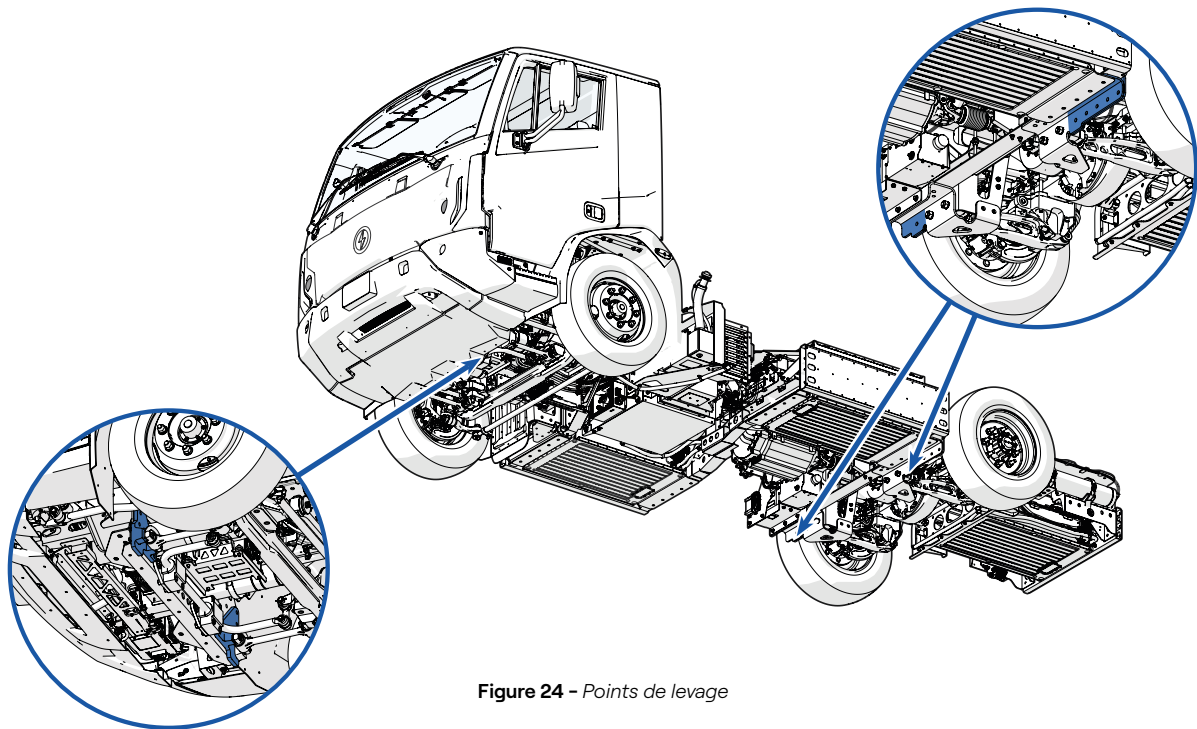
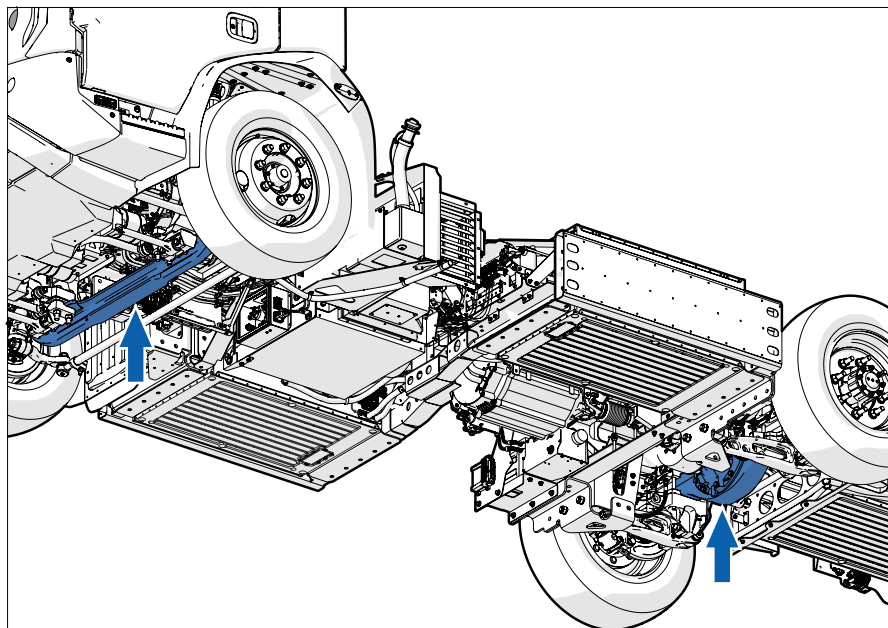

Figure 24 - Points de levage
Figure 25 - Levage par les essieux
3. N'utilisez que des dispositifs de levage et des chandelles ayant la capacité requise pour soutenir le véhicule. Placez ceux-ci sous les points de levage (**Figure 24, Figure 25**).